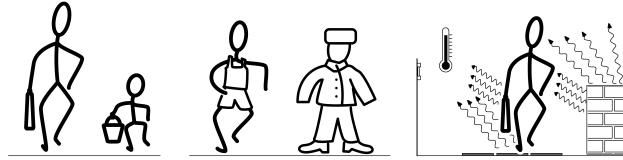

рисунок 5: Размер, изоляция и контрастность тепловых источников
- Размер теплового источника, например взрослый или ребенок (рисунок 5)
- Температура теплового источника: интенсивность излучения поверхности с температурой 37 °С выше чем с температурой 10 °С (рисунок 5).
- Направление движения: при пересечении луча распознавания тангенциально (по касательной), как правило, возникает скачок сигнала датчика, который может быть хорошо распознан. И наоборот, если тепловой источник совершает движение радиально (поперек) в направлении датчика, то изменение сигнала датчика происходят, скорее, инертно. Таким образом, значительно усложняется идентификация относительно базового шумового фона (рисунок 5).